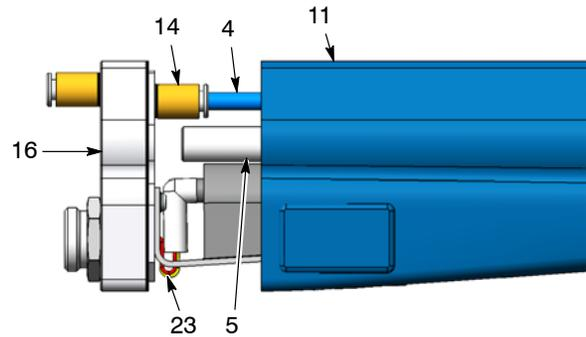

Figura 37 Extracción del dissipador de calor del alojamiento
6. Ver figura 37. Extraer el dissipador de calor (16) del alojamiento (11) y desconectar el tubo de aire (4) del conector (14).
8. Ver la figura 37. Conectar el tubo de aire (4) al conector interno (14).
9. Volver a presionar el disipador de calor (16) contra el alojamiento mientras guía el tubo de polvo (5) a través del disipador de calor. Asegurarse de que los cables (23) no se queden atrapados entre el alojamiento y el disipador de calor.